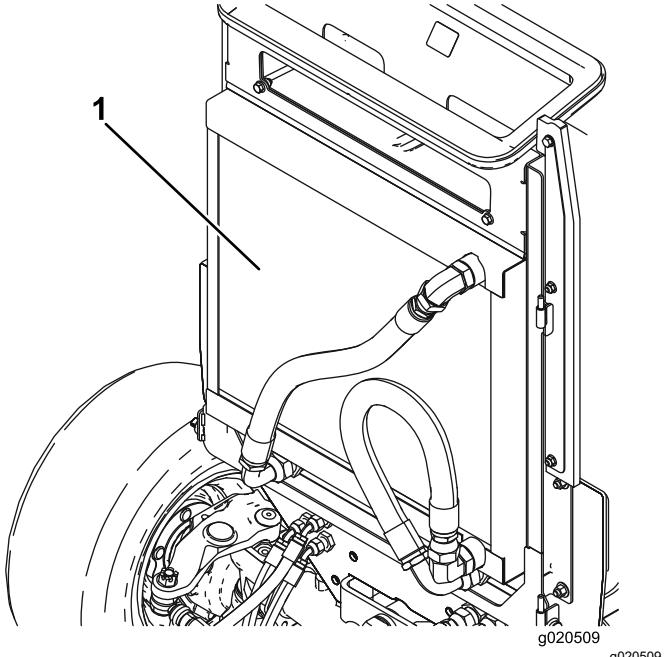

Figura 110
- 6. Limpie a fondo ambos lados de la zona del enfriador de aceite/radiador (Figura 110) con aire comprimido. Empezando en la parte delantera, sopla los residuos hacia la parte trasera. Luego, limpie desde atrás, soplando los residuos hacia adelante. Repita el procedimiento varias veces hasta eliminar todos los residuos.